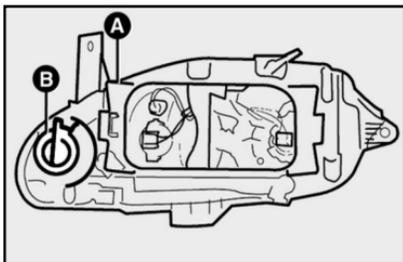

fig. 30
- 1) retirar la tapa plástica desplazando la traba **A-fig. 30**;
- 2) retirar el portalámparas **B-fig. 30** girando en sentido antihorario;